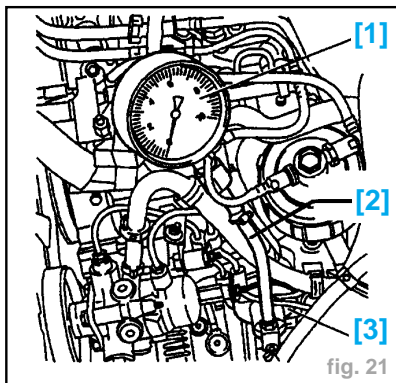

fig. 21
- Poser l'outil [3] (raccord 1503H) en lieu et place du filtre à huile. (fig. 21).